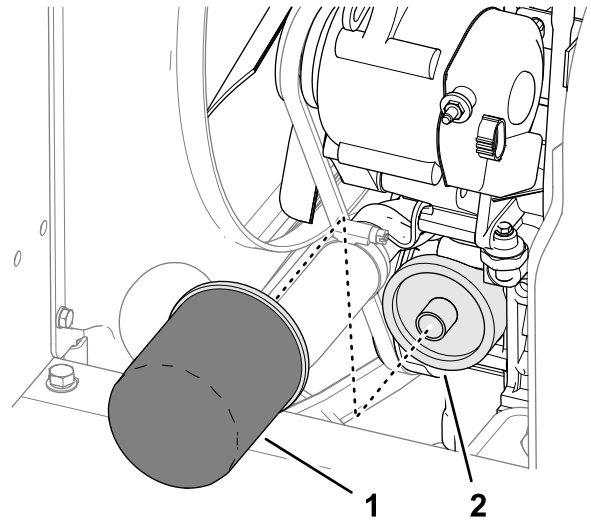

Bild 67
5. Entfernen Sie den Ölfiler (Bild 67).